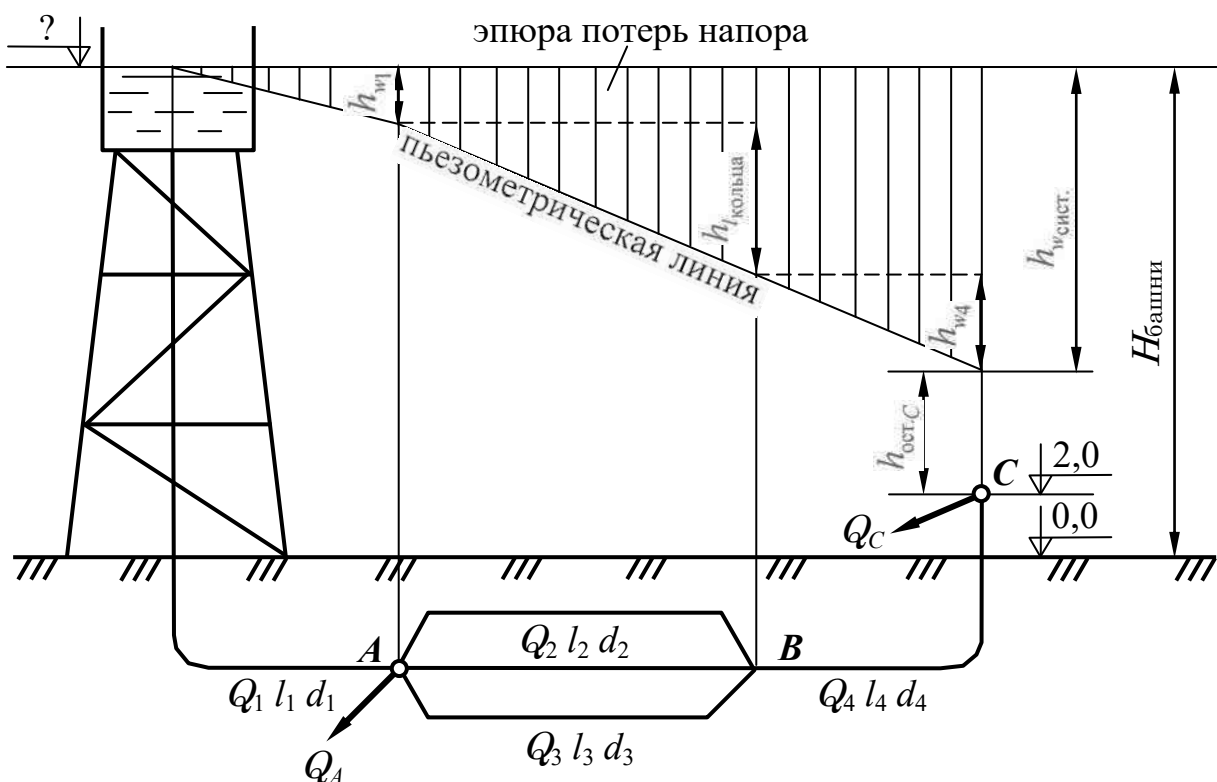

Рис. 2.5. Схема к примеру 1
Пример 1. Сложная система с водонапорной башней включает кольцевое соединение труб и доставляет воду двум потребителям (рис. 2.5).
1. На каждом участке вводим обозначение расхода с индексом, соответствующим индексу диаметра трубы (см. рис. 2.5).
3. Геодезическая высота, или отметка уровня воды в водонапорной башне относительно нулевой отметки (см. рис. 2.5):
На рис. 2.5 откладываем в масштабе потери напора на каждом участке и строим пьезометрическую (напорную) линию.